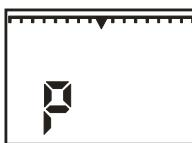

Рисунок 9.3
9.7 При разряде аккумуляторной батареи происходит сброс индикации измеряемой концентрации, на индикаторе отображается надпись " Р ", 16 сегментная "линейка" чиста (рисунок 9.3), и включается прерывистый кратковременный звуковой сигнал. При дальнейшем разряде аккумуляторной батареи питание газоанализатора отключается автоматически.